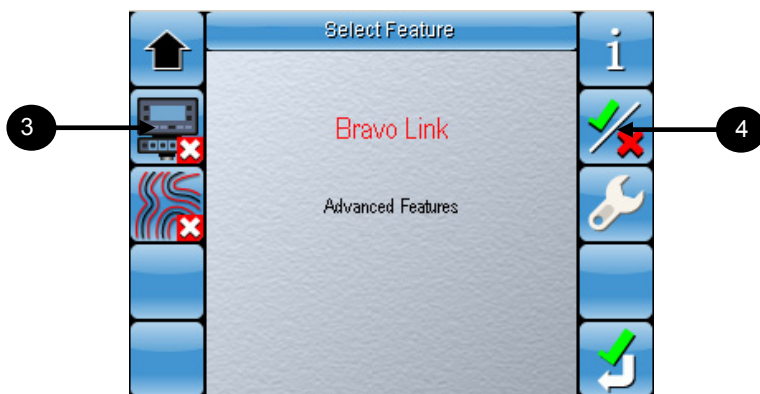

Figura H-3. Pantalla de selección de función 3
2. Seleccione la **flecha orientada hacia abajo** hasta que vea la pantalla de la figura H-3.